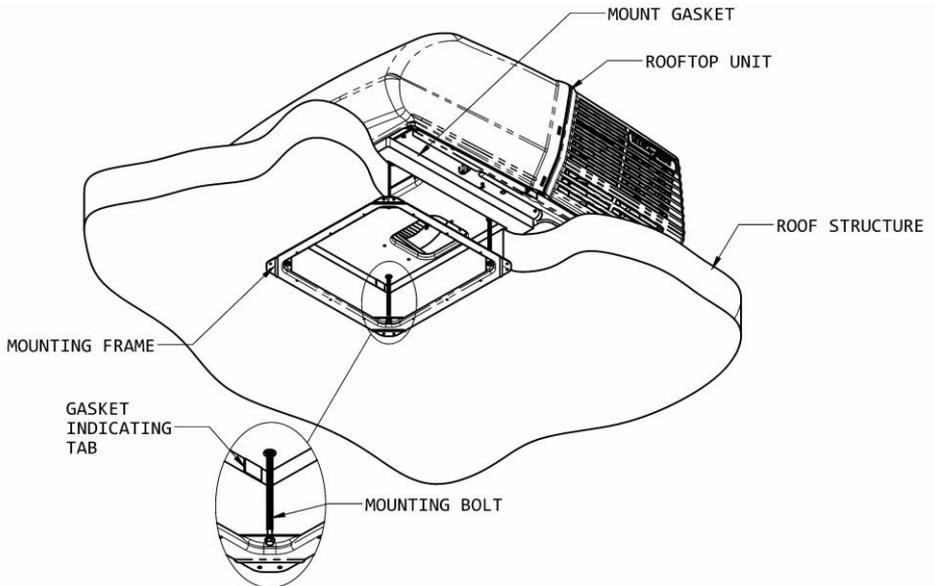

Figure 4
E. Fixation du pompe à chaleur au toit - L'ensemble de plafond comprend un cadre de montage. Fixez le pompe à chaleur au toit à l'aide des étapes véhicule. Reportez-vous à la Figure 4.
3. La tension appropriée de chaque boulon est atteinte quand toute partie de chaque languette indicatrice du joint vient en contact avec le toit. Voir Figure 4. L'unité supérieure est maintenant correctement installée avec la compression optimale du joint.